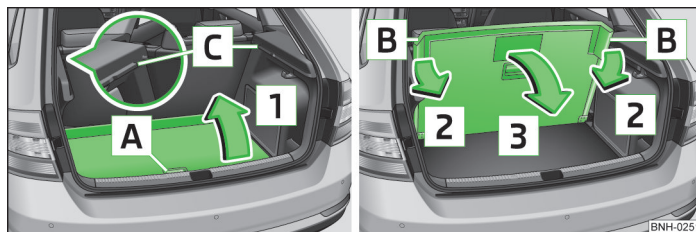

Fig. 74 Reglarea poziției de parcare / rabatarea în jos din poziția de parcare
- > Prindeți podeaua variabilă de mânerul [A] » fig. 74.
- > Apăsați pe colțurile rabatabile [B] » fig. 74 pe ambele părți ale podelei variabile în sensul săgeții [2] și scoateți-le din pozițiile [C].